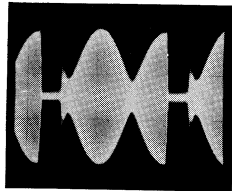

Abb. 71
- ① Mit L 282/3/4 Doppelkonturen zur Deckung bringen (Abb. 71 und 72). Abgleich von 0°- und 90°-Phase kontrollieren.